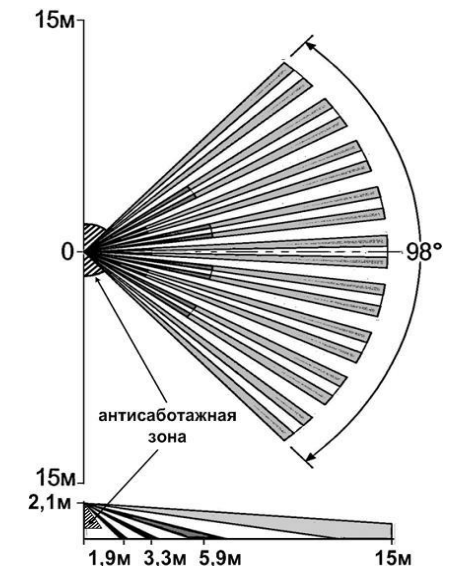

Рис.3 Диаграмма зоны обнаружения при установке извещателя на высоте 2,1 м и наклоне основания извещателя вниз (в вертикальной плоскости) на угол 6°
- Широкоугольная линза, позволяющая создать зону обнаружения максимальной площади (см. рис.3).
- Дополнительная охранная (антисаботажная) зона препятствует попыткам маскировки (саботажа) зоны обнаружения извещателя. Эта зона направлена конусообразно вниз (рис.3). Дальность обнаружения антисаботажной зоны - до 1,5 м.